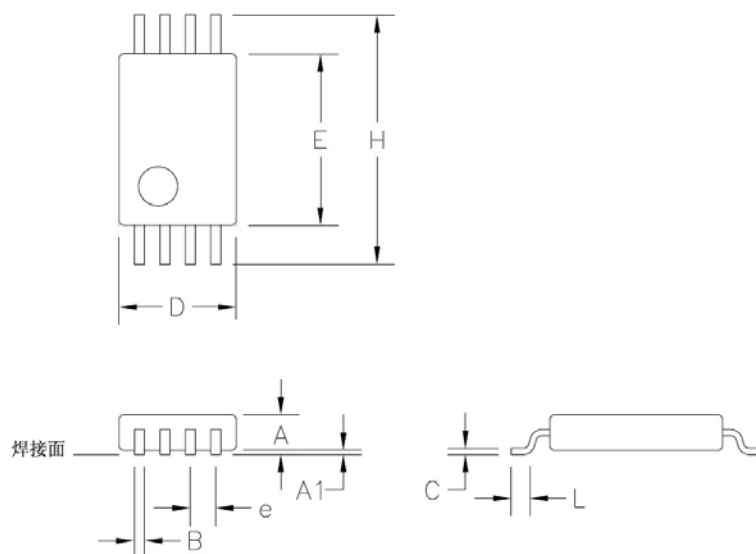

图 22 TSSOP-8
- TSSOP8——8 脚塑料小形封装，请参见图 22。
表 33 图 22 的尺寸说明